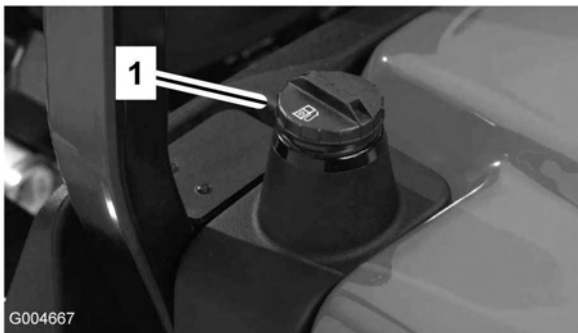

Bild 8
3. Schrauben Sie den Tankdeckel ab (Bild 8).